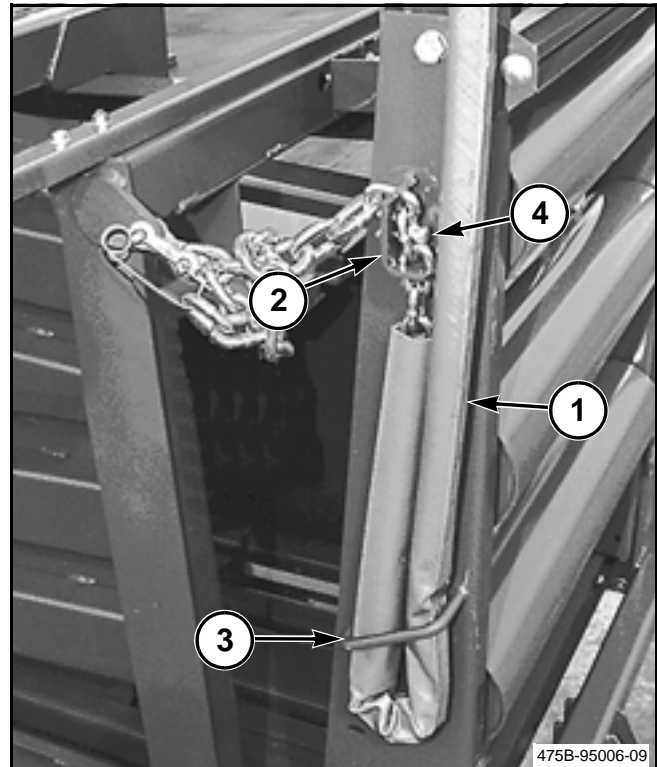

FIG. 49
FIG. 49: Trabe la cadena del lado izquierdo (1) en el enganche de cadena (2) antes de remolcar el enfardador, de transportarlo en un remolque o de almacenarlo. Asegúrese siempre de que las dos cadenas de la vertedera de fardos están instaladas correctamente en los soportes de almacenamiento (3) en cada lado de la vertedera de fardos.